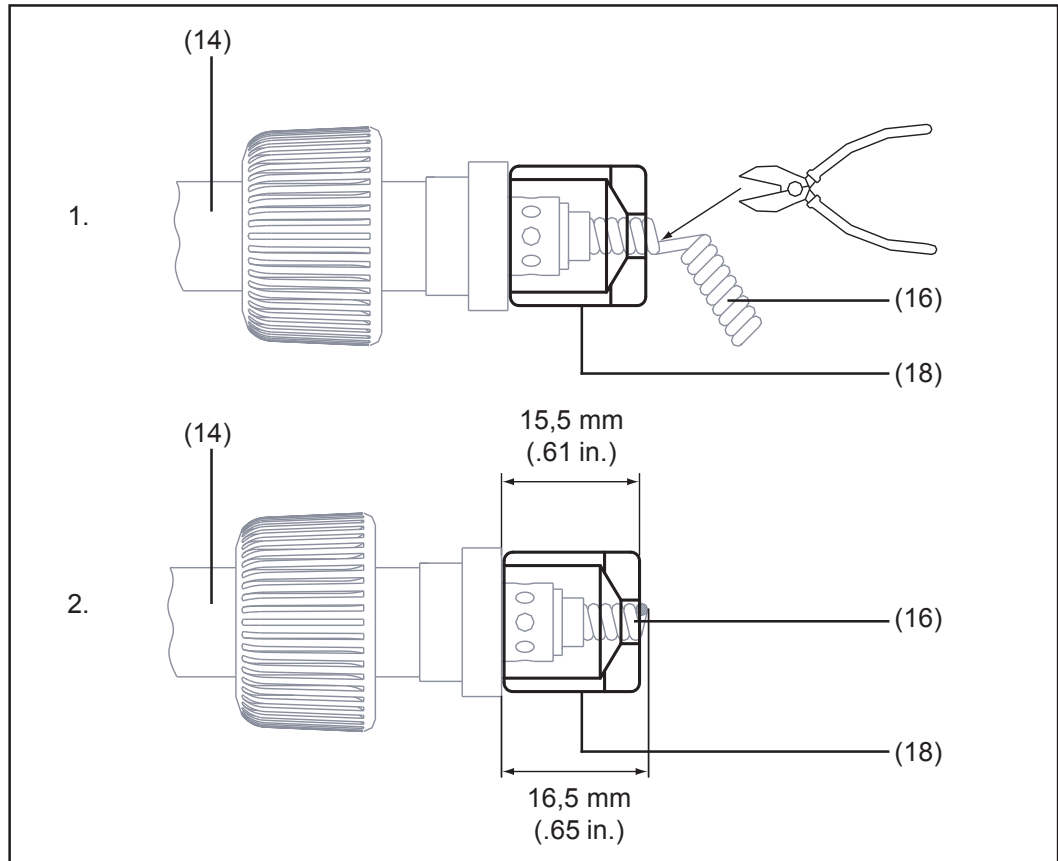

Abb.9 Draht-Führungsseele mittels Ablänghülse ablängen
Ein genaues Ablängen der Draht-Führungsseele (16), bei der Überwurfmutter (13), ist erforderlich. Die Vorgehensweise mittels Ablänghülse (18) entnehmen Sie Abb.9.
- Mitgelieferte Ablänghülse (18) bis zum Anschlag auf den Rohrbogen (14) aufschieben (Abb.9, 1.)
- Draht-Führungsseele (16) an der Stirnfläche der Ablänghülse (18) mittels Seitenschneider durchtrennen (Abb.9, 1.)
Die Draht-Führungsseele (16) darf anschließend maximal nur mehr um eine Windung aus der Bohrung an der Ablänghülse (18) ragen (Abb.9, 2.).